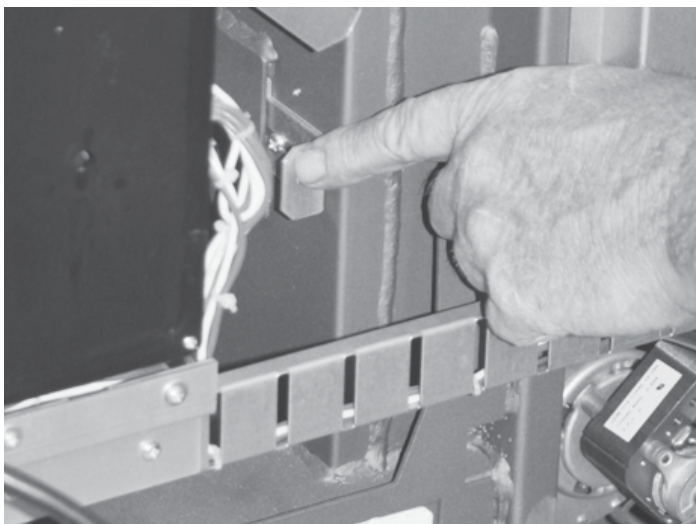

Figure 27
**REMARQUE IMPORTANTE : AVANT D'AUGMENTER LA TENSION DE L'ÉCHAPPEMENT, si vous avez des problèmes à avoir assez d'air vers votre feu, D'ABORD essayer d'ajuster la vanne de débit d'air. VOIR FIGURE 27. Cela ajustera aussi le débit d'air vers le poêle..**